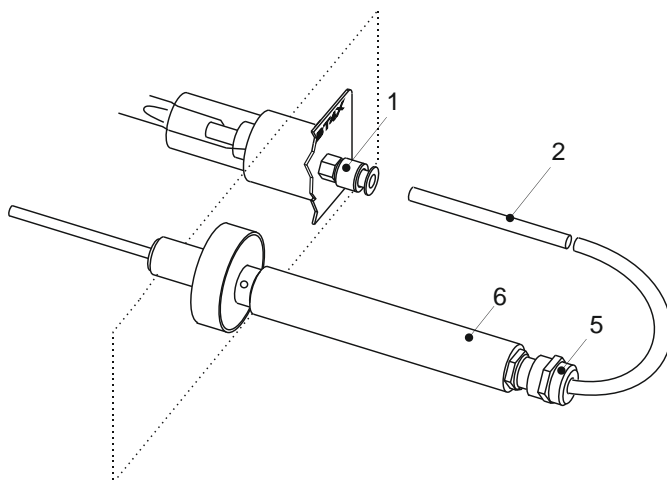
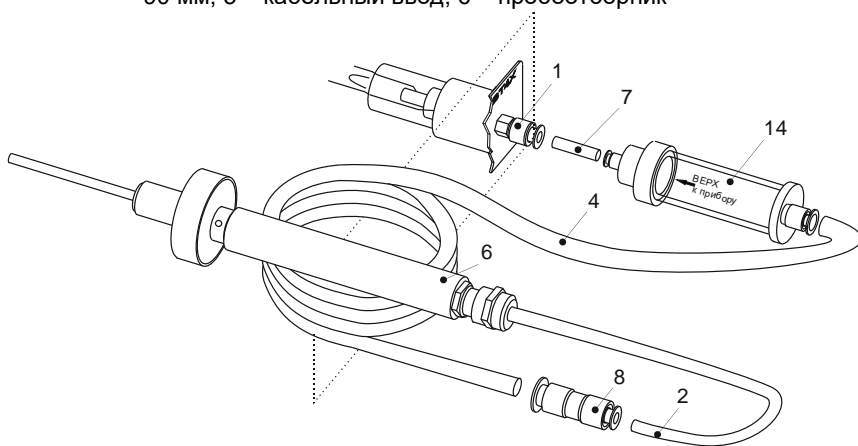

Рис. 1. Схема соединения элементов пробоотборника с газоанализатором
Рис. 2. Схема соединения удлинителя и устройства защиты детектора с газоанализатором
1.1. Отсоедините трубку фторопластовую 2 от переходника 1 (рис. 1). Соедините устройство 14 с переходником 1, используя трубку 7 (поставляется с устройством), и с удлинителем, трубку 2 соедините с переходником 8 удлинителя (рис. 2).
2.3. Для проверки чистоты устройства с помощью фторопластовой трубки 7 соедините выход устройства с входным штуцером 1 газоанализатора (см. рис. 2), а вход – с фильтром-поглотителем и включите газоанализатор. Если показания газоанализатора не превышают 5 мг/м3, устройство считается пригодным к использованию. Если показания газоанализатора превышают 5 мг/м3, следует промыть фильтр повторно и заменить мембрану.